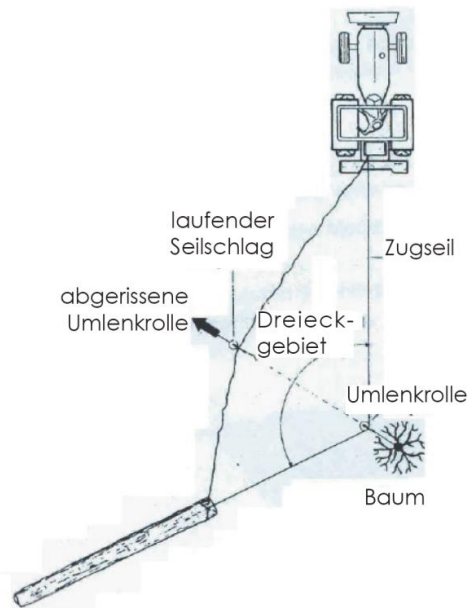

Bild 7
37. Der Aufenthalt zwischen der Last und der Winde und im gefährlichen Dreieck zwischen der Winde, der Umlenkrolle und der Last während des Ziehens ist verboten! Siehe Bild 7.